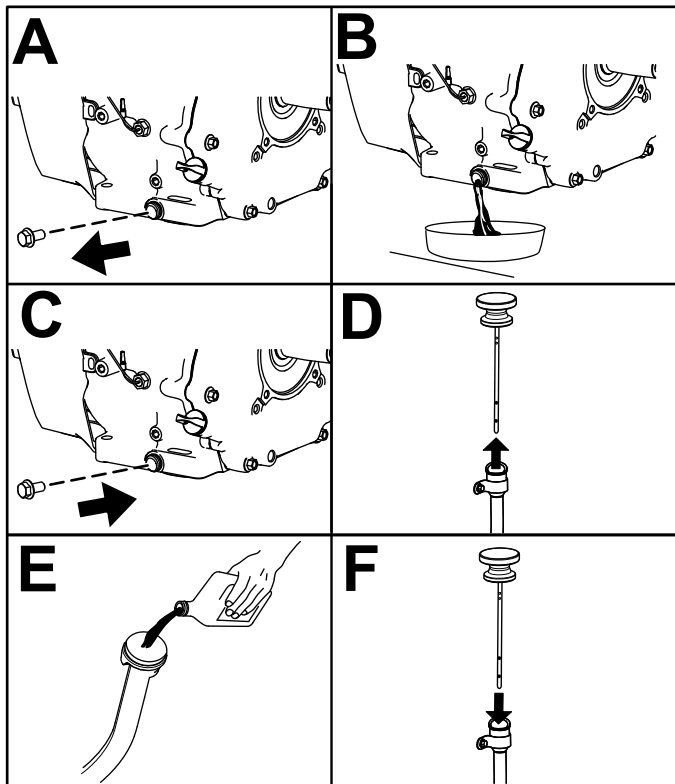

Figura 41
6. Cambie el aceite del motor como se muestra en Figura 41.